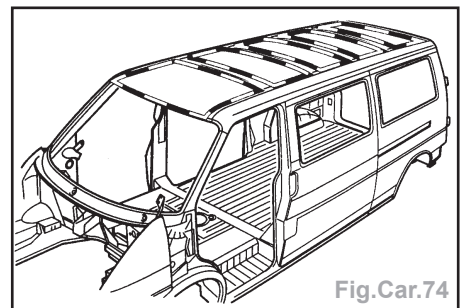

Fig.Car.74
- Découper grossièrement le pavillon (Fig.Car.74).